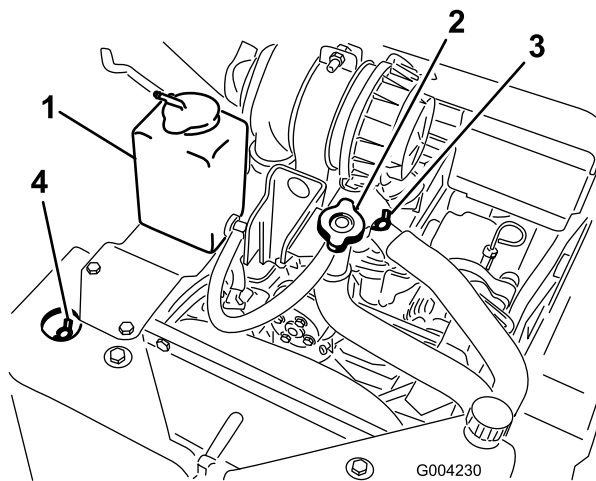

Рисунок 51
A. Снимите крышку заливного отверстия охлаждающей жидкости (Рисунок 51).
B. Откройте передний и верхний воздуховыпускные клапаны системы охлаждения (Рисунок 51).
тех пор, пока охлаждающая жидкость не начнет выходить из переднего воздуховыпускного клапана системы охлаждения (Рисунок 51).
- D. Закройте передний воздуховыпускной клапан системы охлаждения (Рисунок 51).
- E. Заливайте охлаждающую жидкость в горловину заливного отверстия до тех пор, пока охлаждающая жидкость не начнет выходить из верхнего воздуховыпускного клапана системы охлаждения (Рисунок 51).
- F. Закройте верхний воздуховыпускной клапан системы охлаждения (Рисунок 51).
- G. Заливайте охлаждающую жидкость в горловину заливного отверстия до тех пор, пока охлаждающая жидкость не покажется в отверстии горловины (Рисунок 51).
- H. Установите на место крышку заливного отверстия охлаждающей жидкости (Рисунок 51).